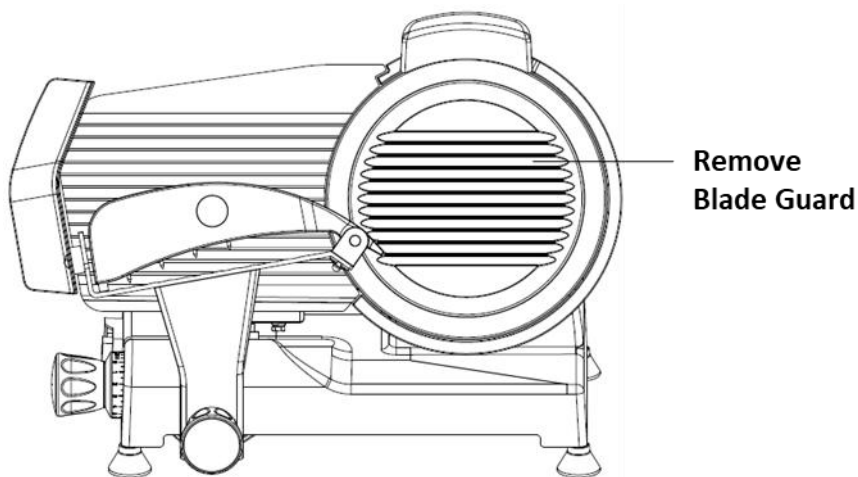

Figure 3
5. Avec une main à plat sur le protège-lame (pièce n° 9), tournez le bouton noir du protège-lame (n° 14, situé à l'arrière de la trancheuse derrière la lame) dans le sens inverse des aiguilles d'une montre jusqu'à ce que le protège-lame (n° 9) soit libéré. (Voir la figure 3)
6. Retirez les trois vis à tête Phillips qui maintiennent la lame (pièce n° 8). (Voir Fig. 3) La lame est maintenant libérée de l'arbre et peut être retirée en tirant doucement vers l'extérieur. **UTILISEZ UNE EXTRÊME PRUDENCE : Nous vous recommandons fortement de porter des gants résistants aux coupures lors du retrait, du nettoyage et de la réinstallation de la lame.**